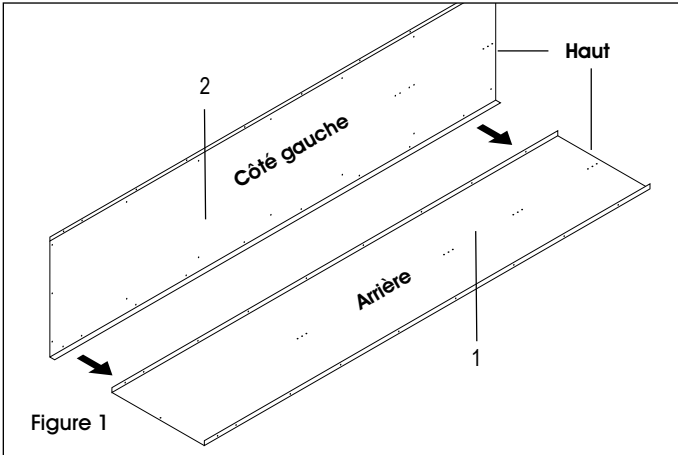

Figure 1
2. Placez l'arrière (1) sur une surface plane protégée, brides vers le haut.
3. Boulonnez le côté gauche (2) à l'arrière afin que la bride latérale s'ajuste autour de la partie arrière (utilisez 7 boulons et écrous, ces derniers à l'intérieur). N'utilisez pas les 2 trous du bas; ils serviront à attacher les pattes à l'étape 7. (Voir Figure 1)